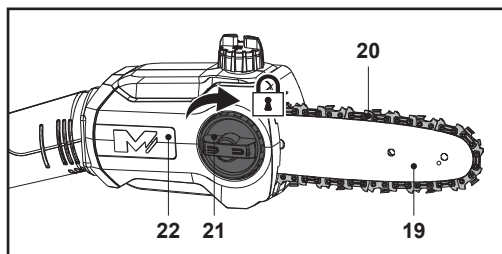

Fig. 10
9. Montează la loc capacul motofierăstrăului (22) și strânge puțin roata de blocare (21) în sens orar (fig. 10). Nu strânge roata de blocare (21) complet: mai întâi este necesară tensionarea lanțului de fierăstrău.